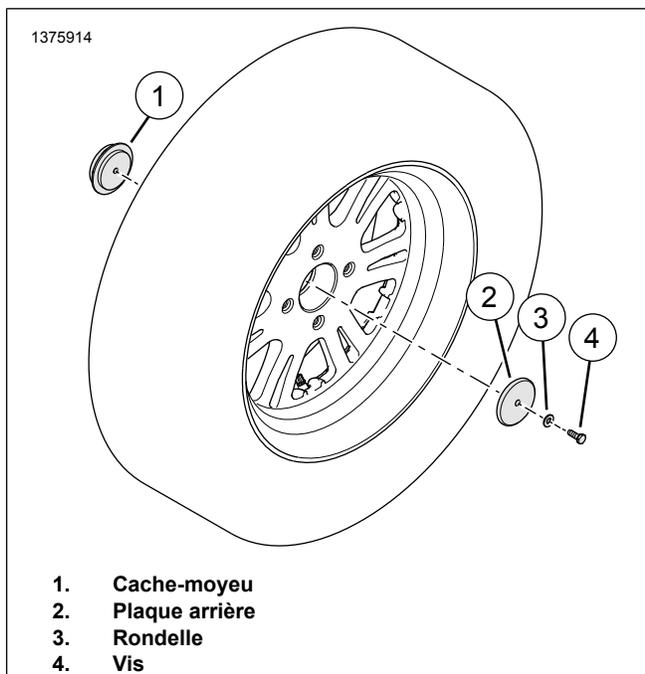

Figure 2. Cache-moyeu
4. Voir la Figure 2. Le cas échéant, retirer le cache-moyeu.
- a. Retirer la vis (4) et la rondelle (3).
- b. Retirer la plaque arrière (2).
- c. Retirer le cache-moyeu (1).
2. Voir la Figure 2. Le cas échéant, installer le cache-moyeu.
- a. Appliquez de l'adhésif frein-filet sur la vis (4).